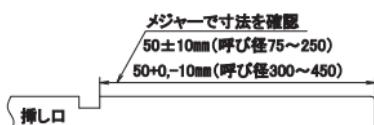

図70 挿し口端面から溝までの距離の確認
- ② 図70のように溝と挿し口端面の距離が挿し口全周にわたって  $50 \pm 10\text{mm}$  (呼び径75～250) または、 $50+0, -10\text{mm}$  (呼び径300～450) の範囲内であることを確認する。